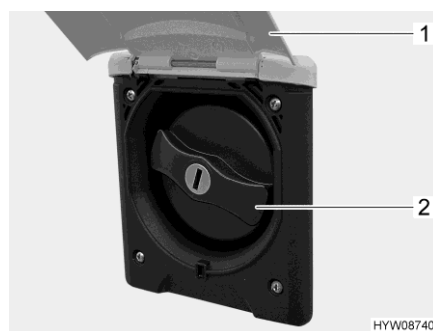

Fig. 149 Couvercle de fermeture
- Basculer le portillon extérieur (Fig. 149,1) vers le haut.
- Tourner le couvercle de fermeture de couleur bleue (Fig. 149,2) d'un quart de tour.